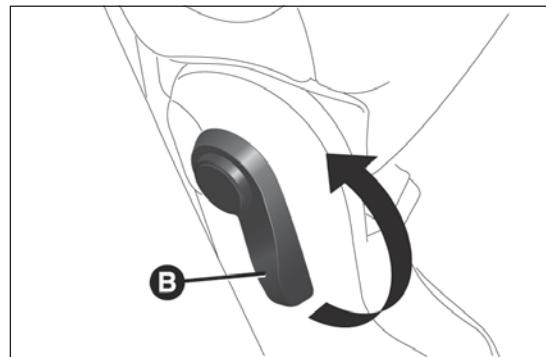

fig. 88
- sollevare la leva B fig. 88 per ribaltare lo schienale (vedere fig. 89).
Per riportare lo schienale nella posizione di normale utilizzo, sollevare la leva B fig. 88 e successivamente sollevare lo schienale verso l'alto.
Per riportare lo schienale nella posizione di normale utilizzo, sollevare la leva B fig. 88 e successivamente sollevare lo schienale verso l'alto fino a raggiungere la posizione di aggancio verticale.